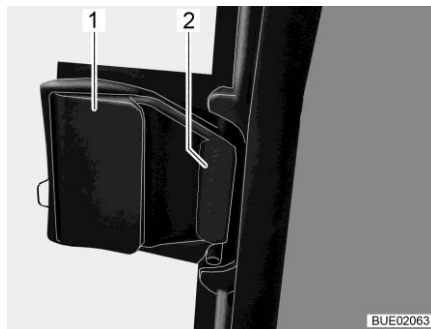

Bild 117 Skjutfönster, låst
- Dra i frigöringsknappen (Bild 117,1). Spärren (Bild 117,2) öppnas.